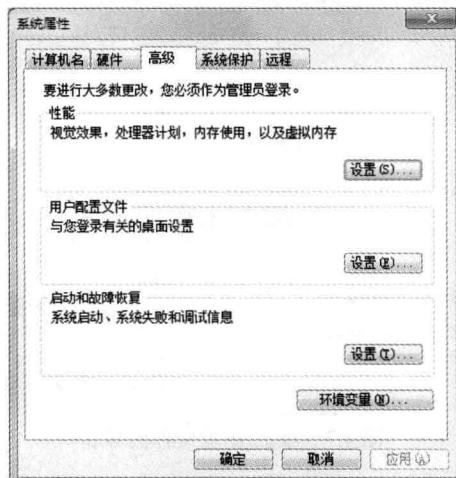

图 1.9 【系统属性】对话框
- Step 2** 单击【高级系统设置】选项页，弹出如图 1.9 所示对话框。在该对话框中可以进行性能选项、环境变量、故障恢复等操作。